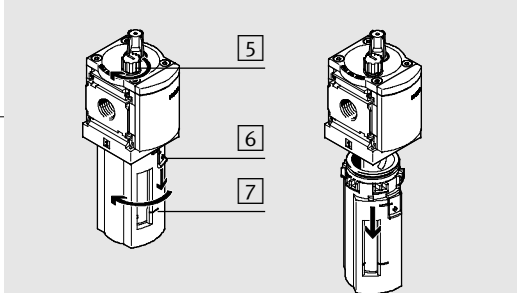

Рис. 3
Если уровень масла упал ниже отметки [7] (→ Рис. 3), необходимо осуществить долив масла.
1. Полностью отвинтите вентиляционный винт [5] (→ Рис. 3) около смотрового колпачка.